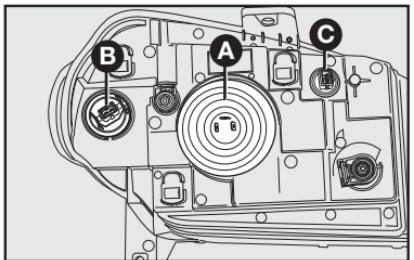

fig. 15
- 2) Puxar a tampa **A**-fig. 15 para trocar a lâmpada do farol alto/baixo e retirá-la:
- 6) Recolocar a tampa **A**-fig. 15.
- 1) Girar o porta-lâmpada **B**-fig. 15 no sentido anti-horário e retirá-lo.
- 3) Substituir a lâmpada e recolocar o porta-lâmpada **B**-fig. 15, girando-a no sentido horário.
- 1) Girar o porta-lâmpada **C**-fig. 15 no sentido anti-horário e retirá-lo.
- 2) Puxar o porta-lâmpada **C**-fig. 15 para retirá-la de sua sede.